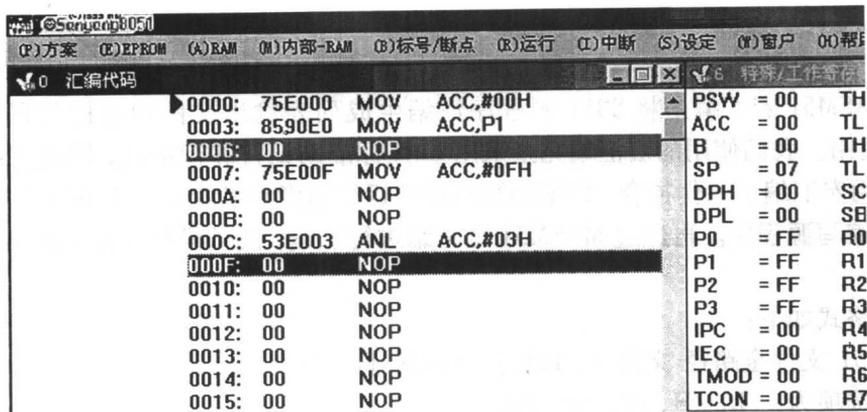

图 1-5
(5) 在较复杂的程序调试时, 遇到前面程序没问题, 而只是想对部分或某子程序进行调试, 这时可在你认为需要观察的语句上放上断点, 以便让程序一开始快速执行, 到断点处停下来再进行单步查看。放断点可以从菜单中进行, 也可以用 F2 键放置或删除, 如图 1-5。